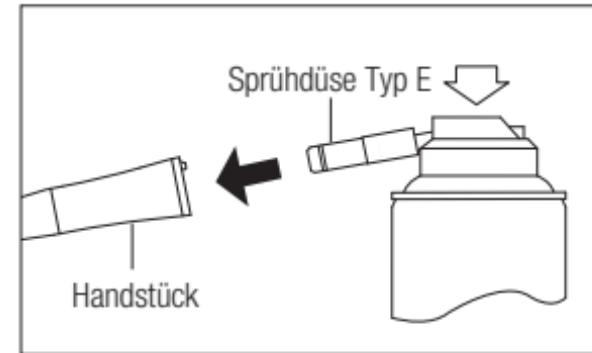

Abb. 7
- 2) Setzen Sie die Sprühdüse auf der Rückseite des Handstücks ein. Halten Sie das Handstück fest und sprühen Sie für die Dauer von etwa 2-3 Sekunden. Tragen Sie Schmiermittel auf, bis es mindestens 2 Sekunden lang aus dem Handstückkopf austritt (Abb. 7).
- 3) Schmieren Sie das Handstück mit dem NSK PANA SPRAY Plus (Abb. 7) oder dem automatischen Handstück-System für Reinigung und Schmierung (Pflegegerät) von NSK.